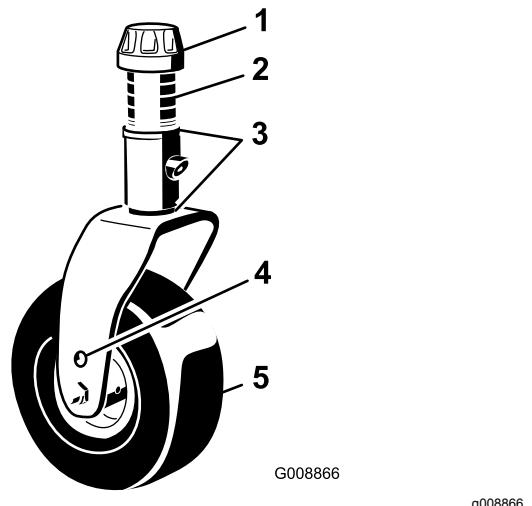

Figura 138
- Retire a tampa de tensionamento do eixo da roda giratória e desloque o fuso para fora do braço da roda giratória (Figura 138).
Retire a tampa tensora e a forquilha da roda giratória (Figura 138).